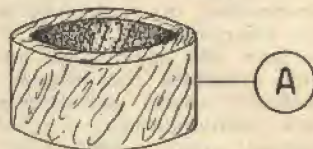

Fig. 5.
80. La forma poggierà, con l'orlo inferiore, su una coppa con orlo di minima altezza (fig. 5 - dettaglio B).
lare in legno (fig. 5 - dettaglio A), avente il diametro esterno di mm. 120-130, il foro interno passante del diametro di mm. 100 e l'altezza di mm.